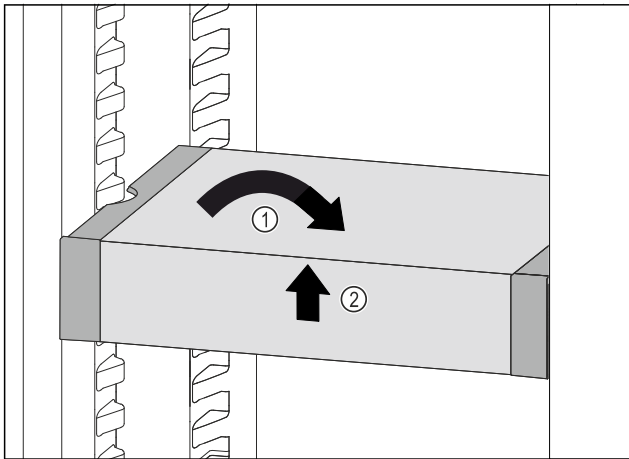

Fig. 108
- VarioSafe gerade stellen. Fig. 108 (1)
- VarioSafe vorne anheben. Fig. 108 (2)